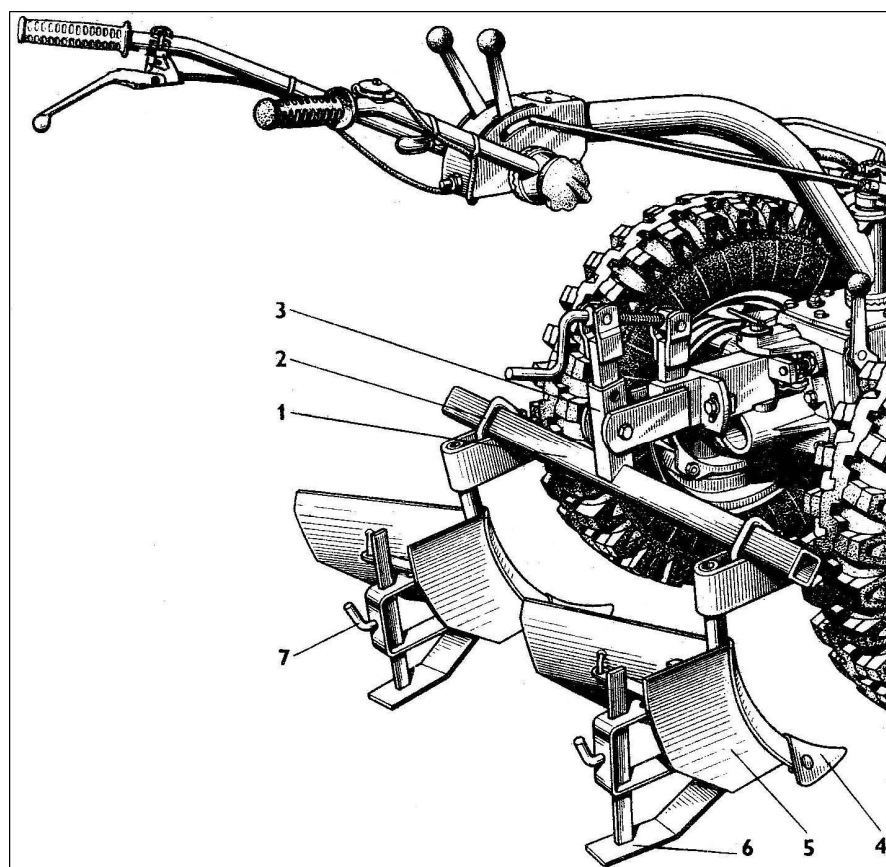

Рисунок 20 – Мотоблок в агрегате с окучником
7.4.1 Подсоедините к мотоблоку окучник (рис.20).